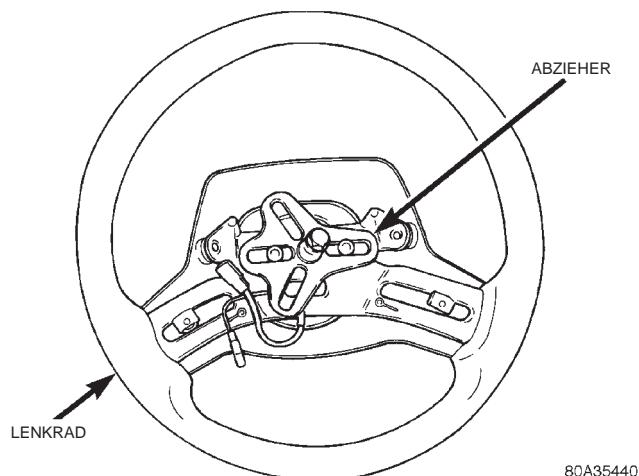

Abb. 1 Lenkrad
- (4) Das Lenkrad mit einem Abzieher ausbauen (Abb. 1).